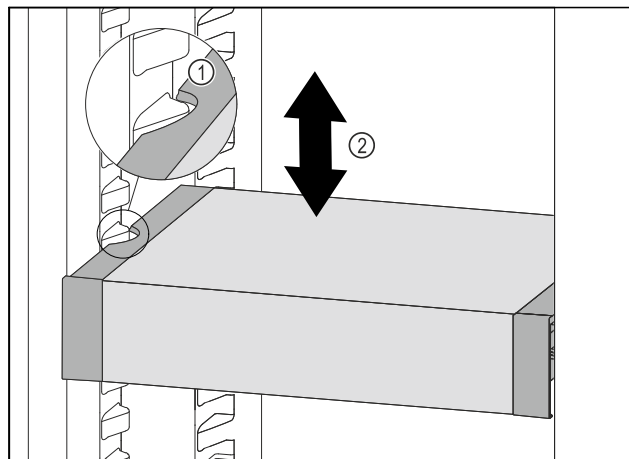

Fig. 84
- ▶ VarioSafe ťahajte dopredu, dokým sa bočné vybrania VarioSafe nebudú nachádzať vo výške rebra nádoby v chladničke. Fig. 84 (1)
- ▶ VarioSafe v chladničke presúvajte nahor alebo nadol, dokým sa dosiahne požadovaná výška. Fig. 84 (2)